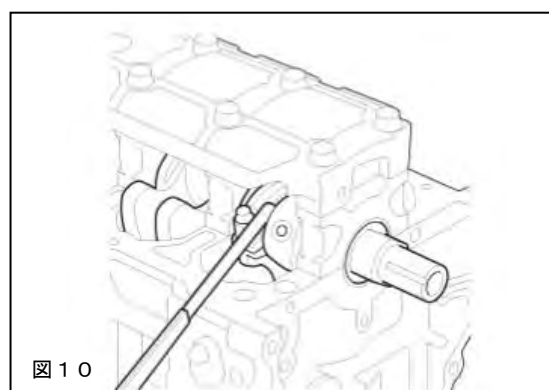

図10
4. 7 コンロッドとクランクのサイドクリアランスをシクネスゲージを用いて測定してください。(図10)